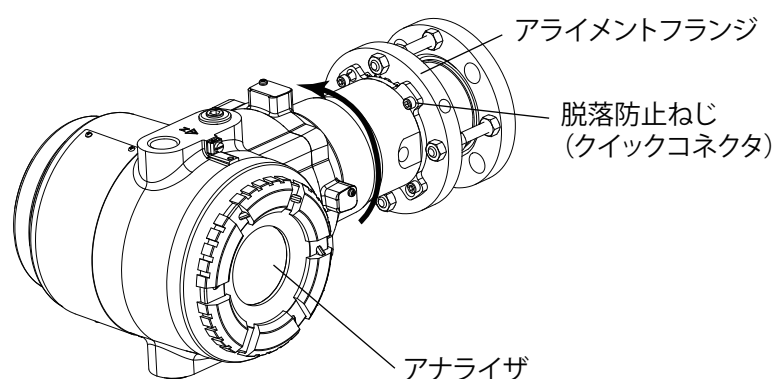

図2.33 アナライザとアライメントフランジの分離
- (1) アライメントフランジをプロセスフランジに取り付ける前に、クイックコネクタのねじを緩めてアナライザとアライメントフランジを分離します。まず、図 2.33 に示された脱落防止ねじを最初に緩めてください。
- (2) フランジに付いている残りの 3 か所のねじ（M6）を緩めます。このとき、3 か所のねじはフランジから完全に取り外さないでください。
- (3) アナライザを反時計方向に回し、アナライザをアライメントフランジから取り外します。